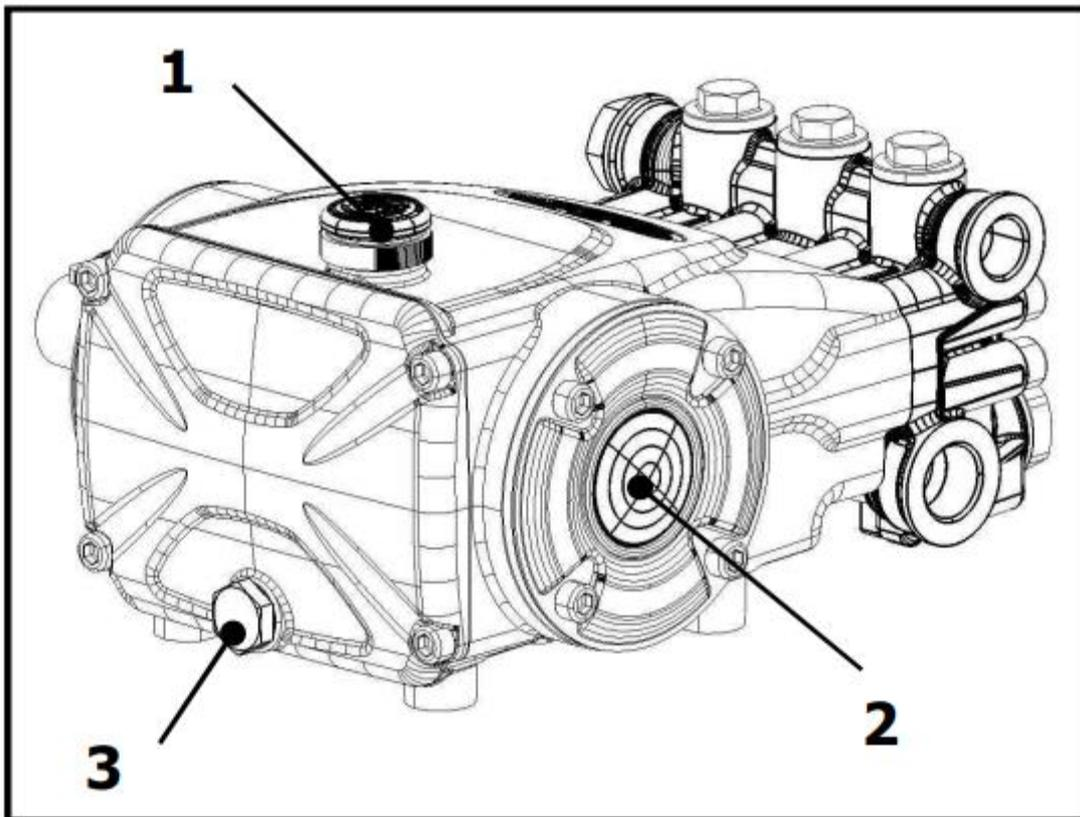

Рис. 2
- контроль уровня масла маслоизмерительным щупом (Рис. 2 поз.1).
- контроль через глазок на корпусе насоса (Рис. 2 поз.2).
Для замены масла откройте маслосливную резьбовую пробку (Рис. 2 поз.3) на нижней стороне очистителя, установив под нее улавливающую ванну. Установите агрегат горизонтально, чтобы слить все масло.